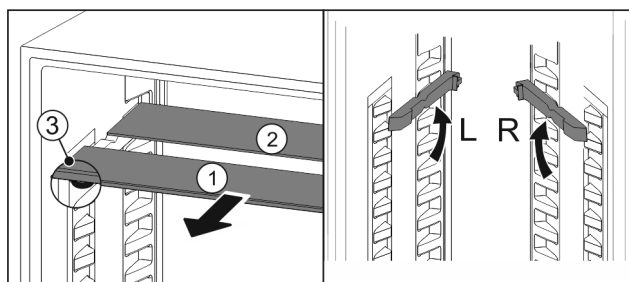

Fig. 25
- ▶ По одной извлеките Fig. 25 (1) стеклянные панели движением вперед.
- ▷ Стеклянная панель Fig. 25 (1) с декоративной планкой лежит спереди.
- ▷ Стопоры Fig. 25 (3) показывают вниз.